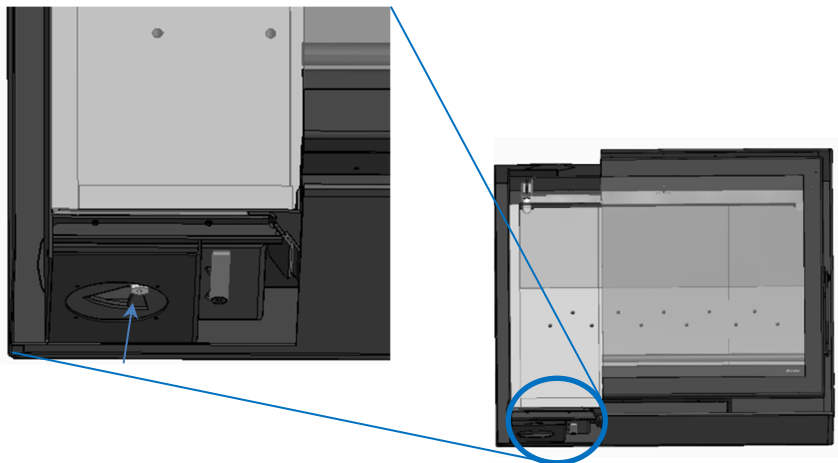

Figura 12 - Entrada de ar para combustão
* A entrada de ar frio pode ser efetuada por baixo do equipamento, deste modo, o equipamento vai buscar ar frio á divisão da habitação onde está instalado, ver Figura 12.